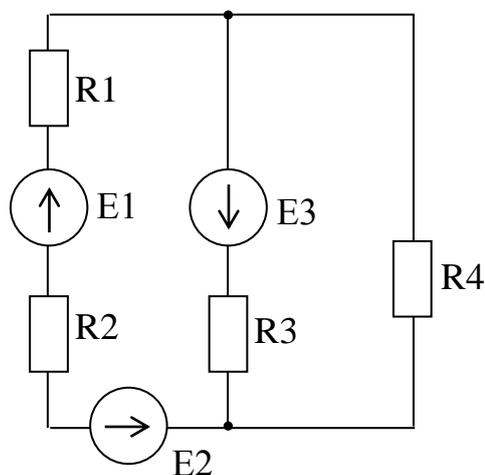

Рис. 2
- 6.3. Для приведенной ниже схемы (рис. 2) составьте частичные схемы и укажите направление частичных токов.